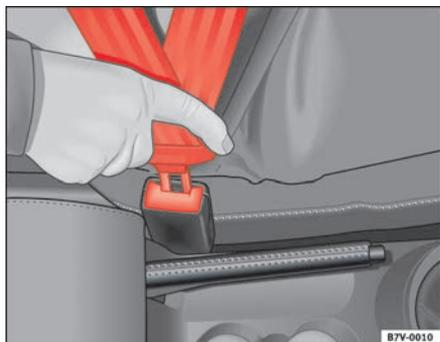

Fig. 10 Cierre y lengüeta del cinturón de seguridad
- Introduzca la lengüeta en el cierre del asiento correspondiente hasta que encastre de un modo audible ⇒ **fig. 10.**